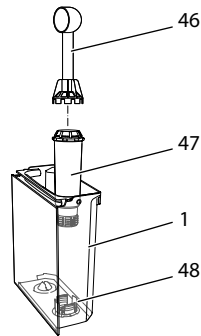

Fig. 25: Avvitare/svitare il filtro dell'acqua
- Rimuovere il filtro dell'acqua quando la macchina visualizza il corrispondente messaggio (vedere Fig. 25, pagina 147).